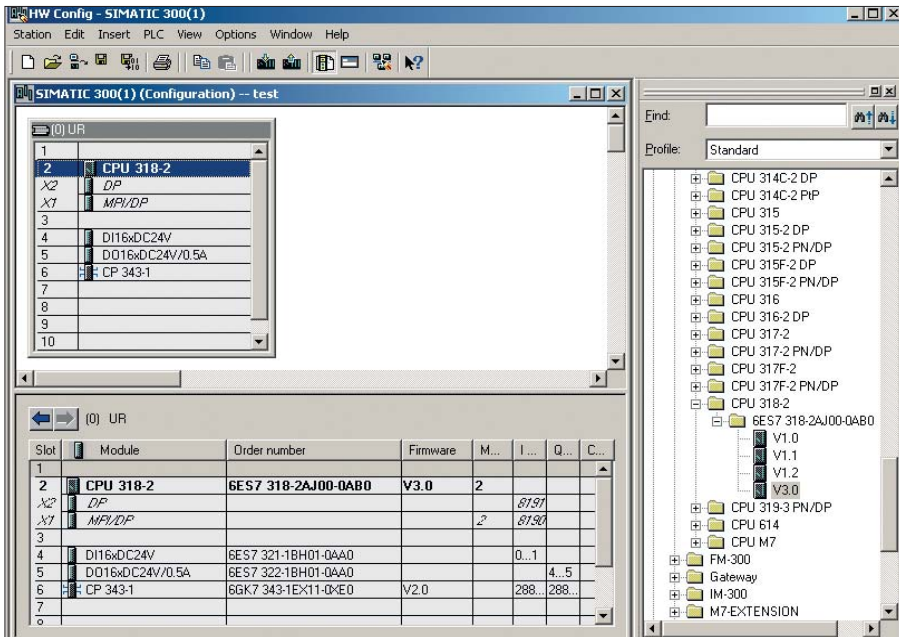

Рис. 4. Конфигурация Ethernet-интерфейса для ПЛК серии 300S SPEED7
1. В новом проекте при конфигурации рейки 300 выберите модуль CPU 318 Siemens (6ES7 318-2AJ00-0AB0, V3) из библиотеки **Hardware Catalog**, как показано на рис. 4, а также модуль коммуникационного процессора CP 343-1 (6GK 343-1EX11-0EX0). Последний является виртуальным и позволяет определить интегрированный в ЦПУ SPEED7 интерфейс Ethernet с